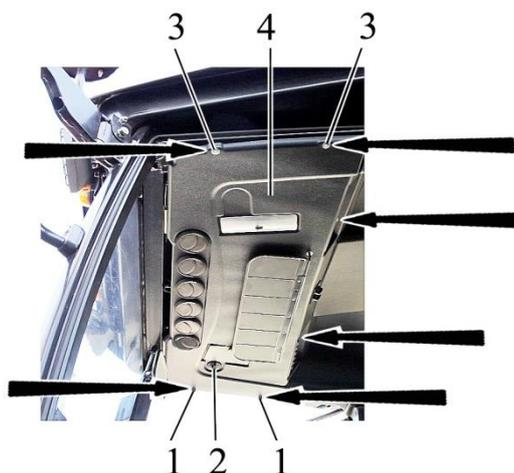

Рис.7.6 – Открывание верхнего отсека
- снять с панели 4 (рисунок 7.6) шесть колпачков 1 (места установки колпачков на панели указаны стрелками).